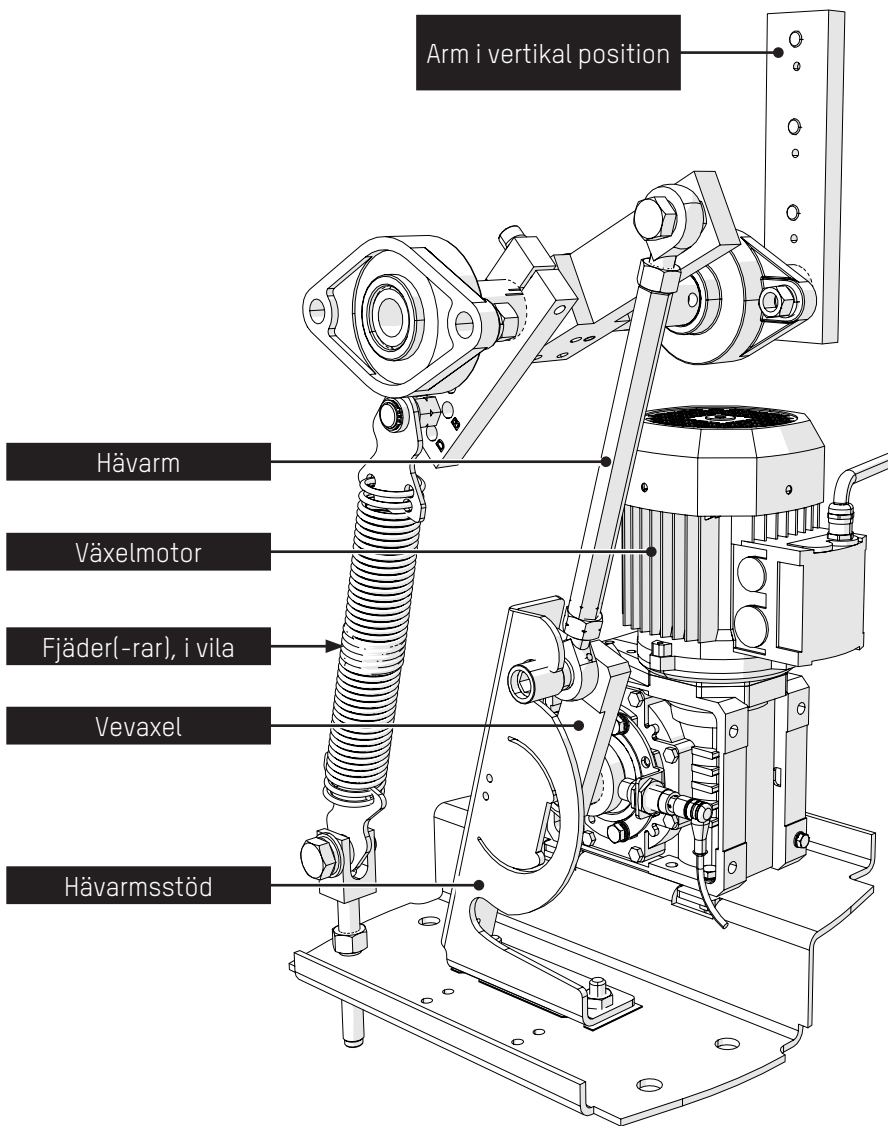

Fig. 32 - Bommekanism i öppet läge
2. Frikoppla mekanismen och öppna bommen (⇒ Fig. 32, sid 34);